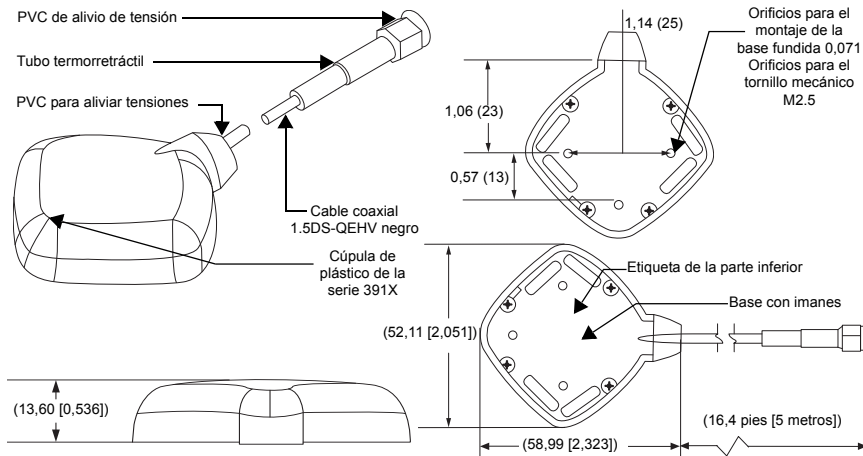

Figura 1
3. Para fijar la antena más firmemente en la superficie del vehículo, taladre orificios mediante el patrón se muestra en la Figura 1. Para garantizar un sellado hermético a largo plazo, se recomienda aplicar una junta de sellador de silicona alrededor de todos los orificios.